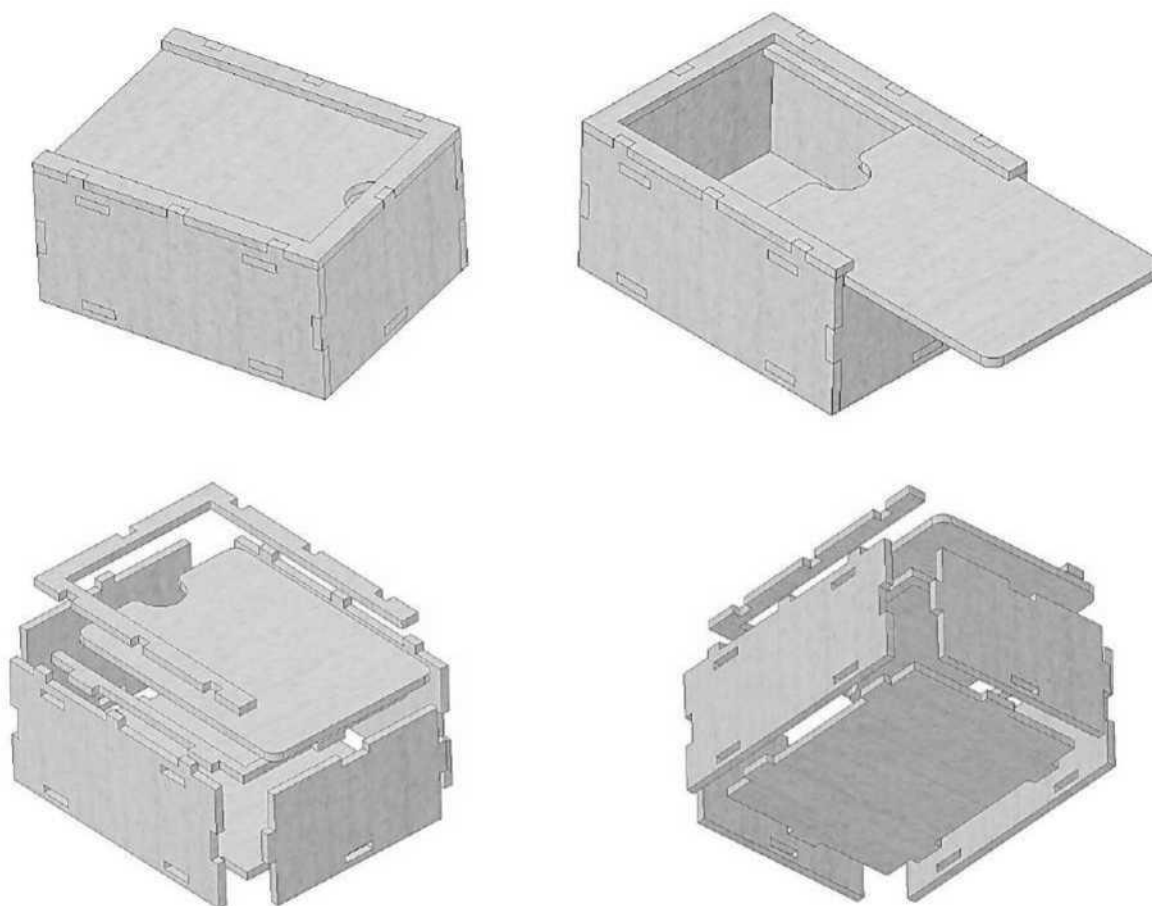

Рисунок 1 - Оригинальная модель подарочного бокса с выдвижной крышкой
3. Ширину и высоту шипов в соединениях шип-паз определить самостоятельно, основываясь на технических условиях и пропорциях в изображениях подарочного бокса (Рисунок 1).